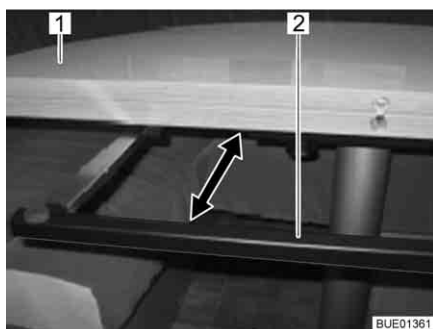

Fig. 96 Staffa di sostegno
- Estrarre la staffa di sostegno (Fig. 96,2) fino all'arresto al di sotto del piano del tavolo (Fig. 96,1).